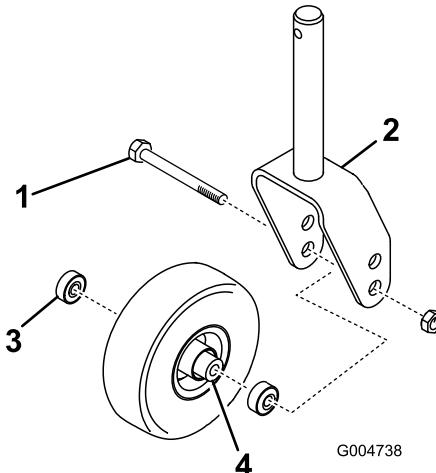
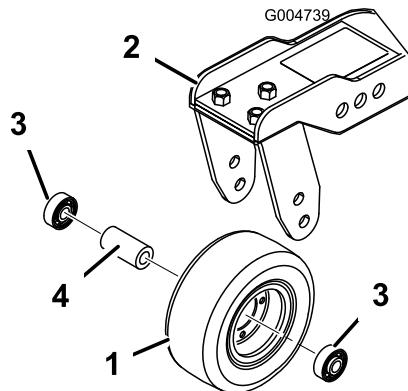

Figura 107
Figura 108
1. Retire la contratuerca del perno que sujetla el ensamblaje de la rueda giratoria entre la horquilla (Figura 107) o el brazo de pivote (Figura 108). Sujete la rueda giratoria y retire el perno de la horquilla o del brazo de pivote.
2. Retire el cojinete de la rueda y deje que se caiga el suplemento del cojinete (Figura 107 y Figura 108). Retire el cojinete del otro lado de la rueda.